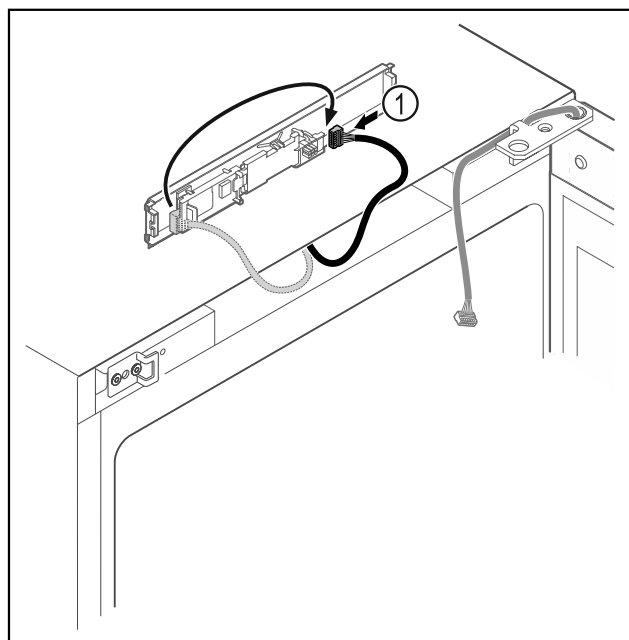

Fig. 9
- Přepojte zástrčku Fig. 9 (1) na desce.